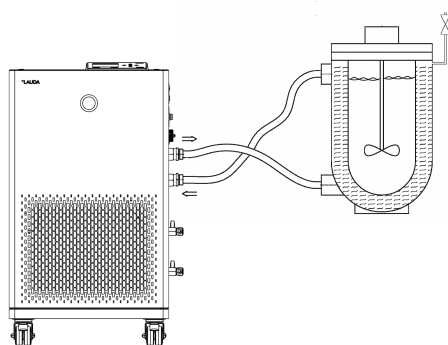

Abb. 29: Applikation mit Entlüftungsventil
- Ein Entlüftungsventil Abb. 29 kann den Entlüftungsprozess deutlich vereinfachen. Dazu periodisch das Ventil vorsichtig öffnen und Gas/Luft entweichen lassen bis Flüssigkeit aus dem Ventil austritt, Entlüftungsventil wieder schließen. Flüssigkeit in geeigneten Behälter auffangen. Das Ventil in regelmäßigen Abständen erneut betätigen, bis keine Luft mehr austritt.